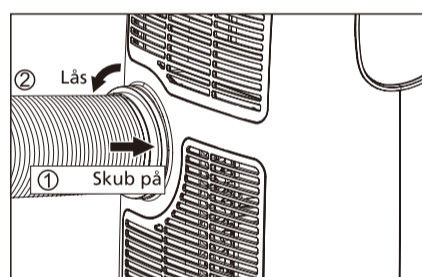

Fig. 4
- 3 Installer slangindløbet på enheden (Fig. 4).